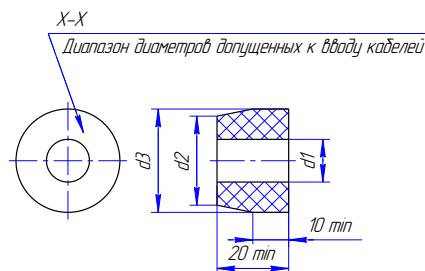

Рисунок 4. Чертеж средств взрывозащиты (продолжение). Кабельный ввод.
- кабельные вводы (см. рисунок 4) выполнены в соответствии с требованиями ГОСТ 31610.0, ГОСТ IEC 60079-1. Клапан должен применяться с кабельными вводами завода изготовителя или с другими кабельными вводами, которые обеспечивают защиту вида взрывонепроницаемая оболочка "d" уровень взрывозащиты 1, подгруппу IIС и степень защиты оболочки не ниже IP66. Кабельные вводы должны иметь температурный диапазон от минус 50 до плюс 60°C для обычного исполнения привода и от минус 60 до плюс 60°C для привода исполнения ХЛ;